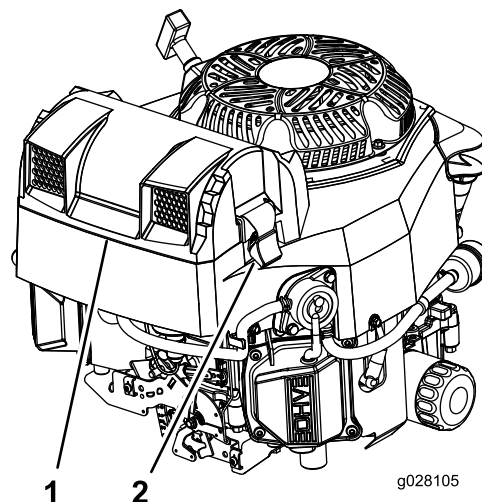

Figura 43
3. Abra los cierres del limpiador de aire y tire de la tapa de la entrada de aire para separarla del cuerpo del limpiador de aire (Figura 43).
5. Instale la tapa de la entrada de aire y sujétela con los enganches (Figura 43).